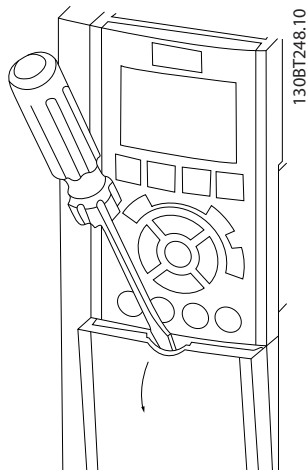
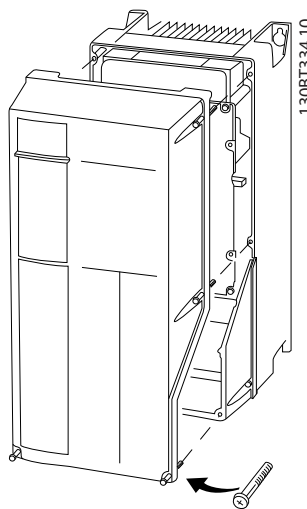

Ilustración 4.3 Acceso al cableado de las protecciones IP20 e IP21
Ilustración 4.4 Acceso al cableado de las protecciones IP55 e IP66
- Retire la cubierta con un destornillador (consulte *Ilustración 4.3*) o aflojando los tornillos de fijación (consulte *Ilustración 4.4*).